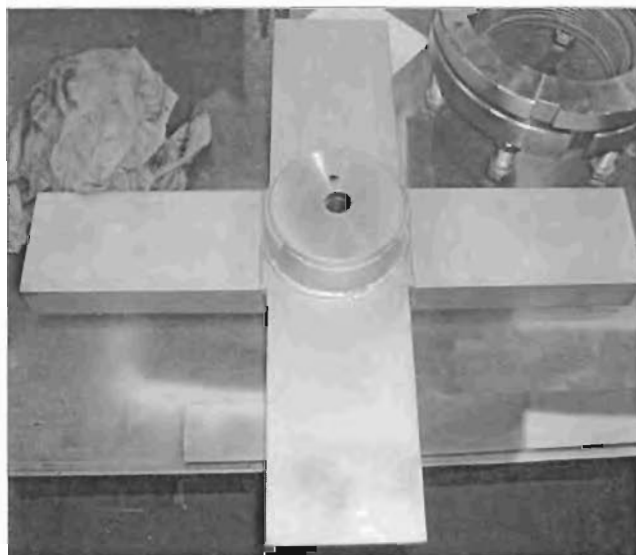

Рис. 4.29 Опорная крестовина фрезерного вала
- b) Завинтите при необходимости соответствующий опорную крестовину к стороне шкивов фрезерного вала (Рис. 4.29 и 4.30)!